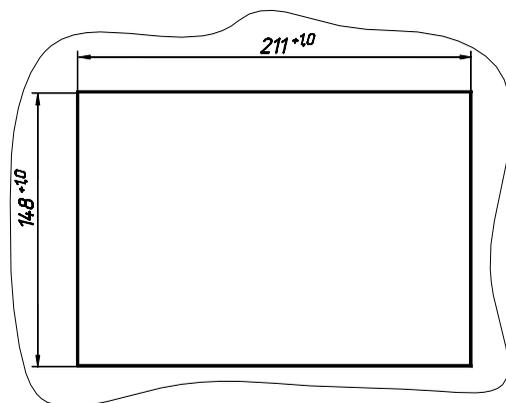

Рис. 7.1. Вырез на щите для установки Контроллера
7.8. Вырез для установки Контроллера на щите представлен на рис. 7.1.